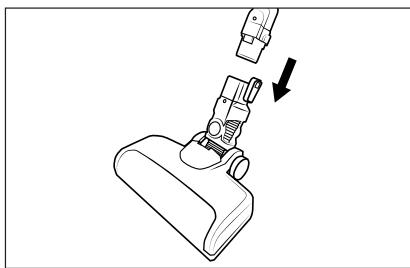

Fig. 2
- 2) Sæt sugerøret ② ind i gulvbørsten ①, indtil det klikker hørbart på plads (se fig. 2).